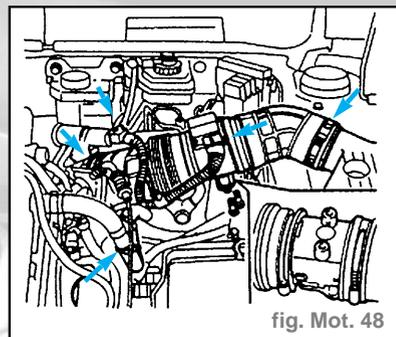

fig. Mot. 48
- Débrancher les connexions électriques (fig. Mot. 48), déposer le conduit d'aspiration complet.